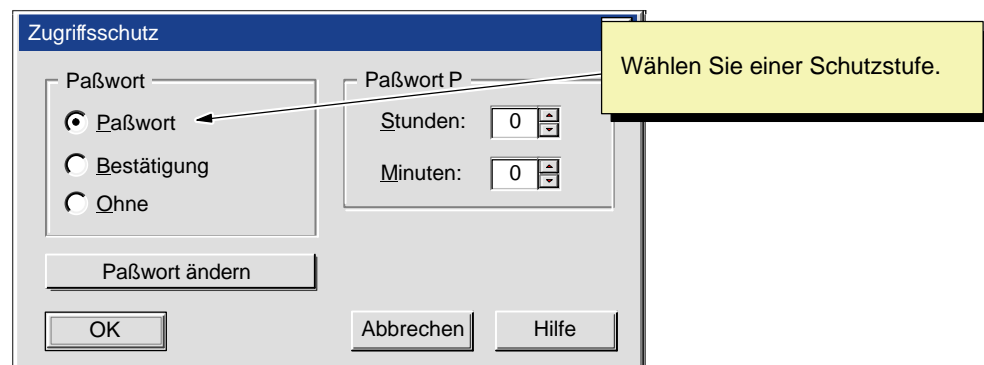

Bild 4-20 Einrichten des Zugriffsschutzes für WinLC RTX
3. Wählen Sie im Dialogfeld "Zugriffsschutz" (siehe Bild 4-20) die Option "Paßwort" (Schutzstufe).